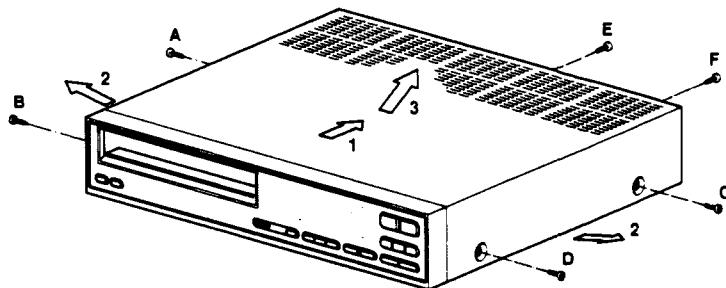

Fig. 2-1
- Die Schrauben A, B, C, D, E und F heraus schrauben (siehe Bild 2-1).